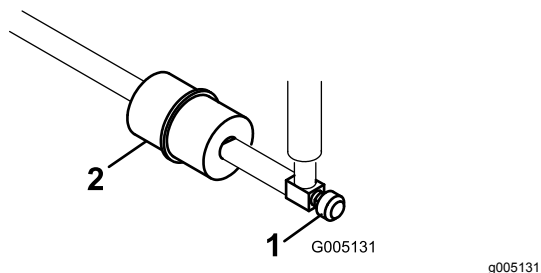

Bild 44
Der Kraftstofffilter befindet sich in der Kraftstoffleitung zwischen dem Tank und dem Vergaser (Bild 44).
1. Schließen Sie den Kraftstoffhahn (Bild 44).
2. Legen Sie eine Ablaufwanne unter den Filter, lockern die Schlauchklemme an der Vergaserseite des Filters und ziehen die Kraftstoffleitung vom Filter ab (Bild 44).
3. Lösen Sie die andere Schlauchklemme und entfernen den Filter (Bild 44).